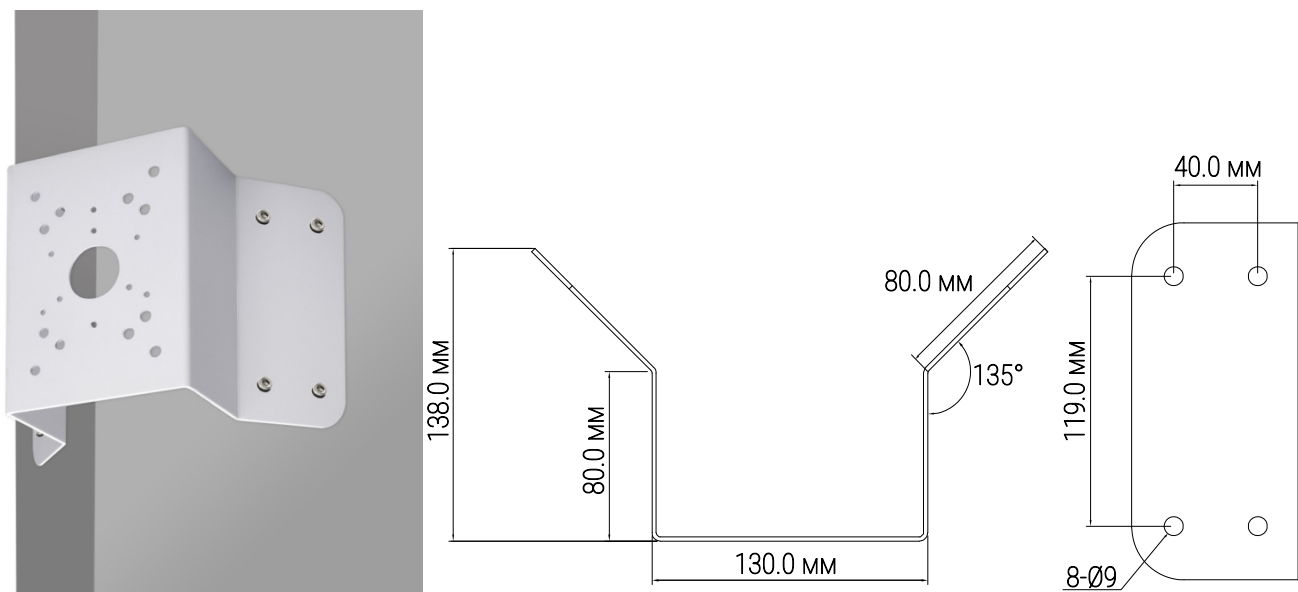

Рисунок 4.24 – Определение точек крепления кронштейна на установочной поверхности
1. Используя угловой кронштейн, отметьте точки крепления на установочной поверхности (Рисунок 4.24) и просверлите 4 отверстия (диаметр 8 мм, глубина не менее 65 мм) в установочной поверхности.